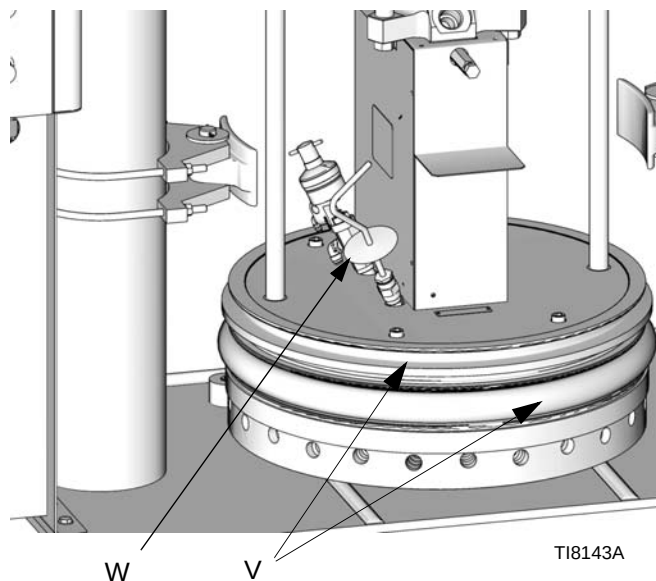

FIG. 20: Plateau
5. Appliquer une fine couche de graisse haute température (réf. no. 115982) aux joints de fût de plateau (V). Voir FIG. 20.
9. Déposer la manette de purge du plateau (W). Voir FIG. 20.
12. Lorsque les joints du plateau (V) sont entrés dans le fût de produit, régler le régulateur d'air de MONTEE (P) à 30-50 psi (207-345 kPa, 2,1-3,4 bars). Voir FIG. 19 et FIG. 20.
13. Une fois l'élévateur arrêté, remettre la manette de purge du plateau (W) et serrer la manette à la main. Voir FIG. 20.